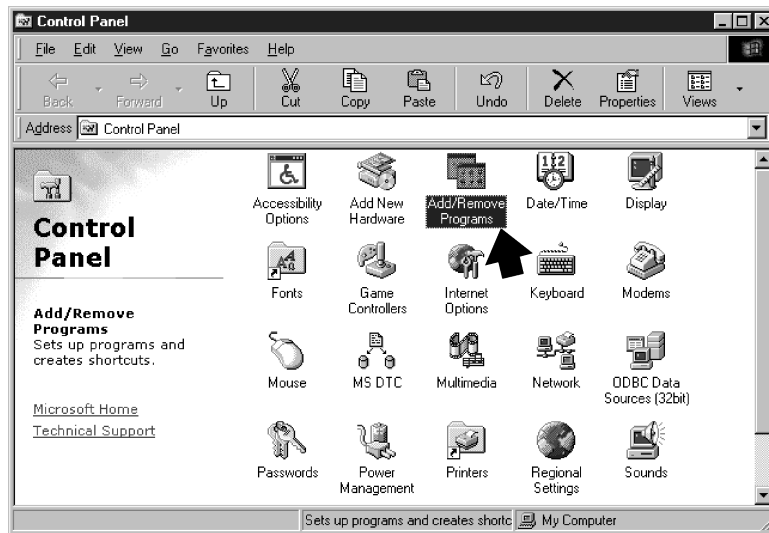

Fig. 73
2. In the Control Panel, double-click **Display**. (Fig. 73)
2. In der Systemsteuerung, doppelklicken Sie auf **Display**. (Abb. 73)
2. En el panel de control, haga doble clic en **Display**. (Fig. 73)